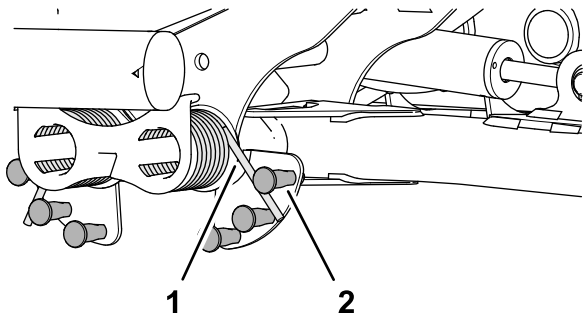

Figura 52
2. Insira a extremidade longa da mola de contrapeso num tubo ou objeto semelhante e rode a mola à volta do pino de ombro até à posição desejada (Figura 52).